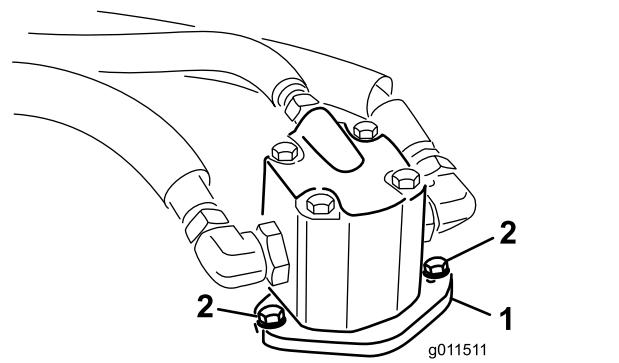

Figura 114
- Retire los pernos que sujetan el motor hidráulico a la unidad de corte (Figura 114).